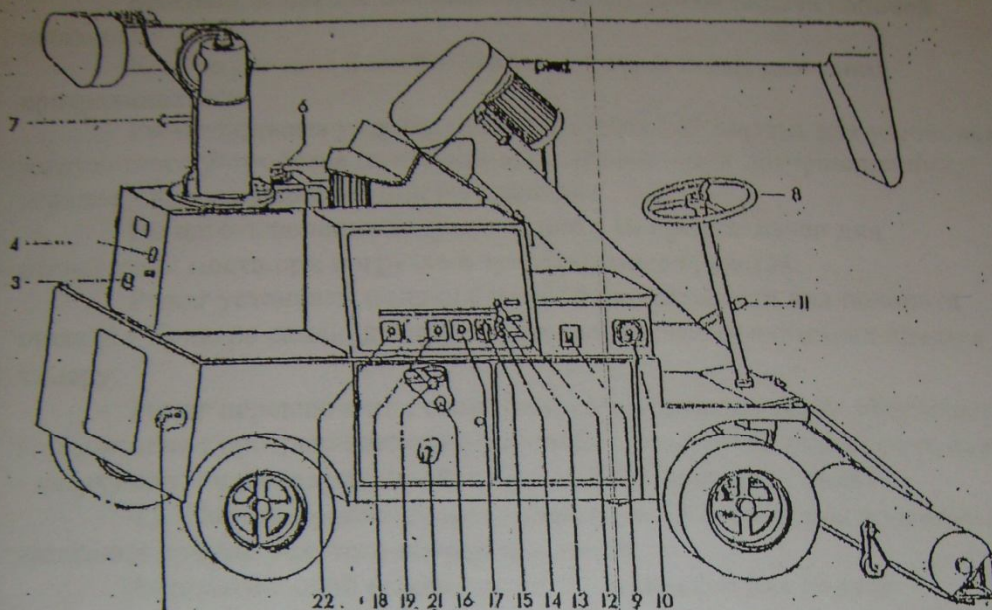

Рисунок 4.1
4.1 Органы управления протравливателя (рис. 4.1) служат для управления процессами подготовки к работе, протравливания, а также маневрирования.
Рукоятка механизма поворота 4 (см. рис. 4.1) и механизма подъема шнека 7 предназначена для поворота и подъема выгрузного шнека с целью установки его в желаемое положение при выгрузке семян или для маневрирования.
4.4 Посты управления (кнопки) (см. рис. 4.1) предназначены для ручного управления протравливателя механизмами в наладочном режиме.
4.5 Для контроля работы протравливателя служат сигнальные лампы (см.рис. 4.1):
Проведите для этого следующие операции (см. рис.4.1):
4) нажмите и отпустите кнопку 18 (рис. 4.1) «ДОЗАТОР - ВЫГРУЗКА». Работают двигатели М1, М2, М3 шнеков камеры 17, выгрузного шнека 19 и промежуточного шнека 18. Убедитесь в правильности вращения двигателей. Включается электромагнит 34 дозатора;
5) нажмите кнопку 20 (см. рис. 4.1) «ДОЗАТОР - ВЫГРУЗКА» - электромагнит отключается, работает дозатор рабочей жидкости 6 (см. рис. 4.1) и диск семян 11.
6) нажмите кнопку 22 (см. рис. 4.1) «СТОП» - двигатели М1, М2, М3 и электромагнит отключаются.
7) Поднимите устройство загрузочное с помощью рычага 11 (см. рис. 4.1) в верхнее положение, переведите рычаг переключения скоростей 21 в нижнее положение, установите переключатель 10, реверса самохода в положение, соответствующее направлению стрелки вправо по движению протравливателя - протравливатель движется вперед.
6.4 Нажмите кнопку 18 (см. рис. 4.1) «ДОЗАТОР-ВЫГРУЗКА». Мешалка перемешивает содержимое бака по мере заполнения его водой.